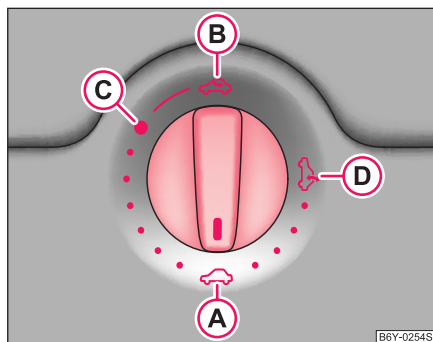

Fig. 32 Întrerupătorul rotativ pentru trapa acționată electric/plafonul glisant
Trapa acționată electric/plafonul glisant poate fi acționată cu întrerupătorul rotativ ⇒ Fig. 32, doar dacă contactul motor este pus. Întrerupătorul rotativ are mai multe poziții.
- Rotiți întrerupătorul în poziția C ⇒ Fig. 32.
– Rotiți întrerupătorul în poziția  ⇒ pagina 53, Fig. 32.
Trapa acționată electric/plafonul glisant este dotat cu un sistem de protecție la supraîncărcare. Trapa acționată electric/plafonul glisant se oprește și revine câțiva centimetri, dacă întâmpină un obstacol (de ex. gheață). Trapa acționată electric/plafonul glisant se poate închide complet fără a fi protecție la supraîncărcare, prin fixarea întrerupătorului în poziția  ⇒ pagina 53, Fig. 32 și rotirea în față, până când trapa este complet închisă ⇒ .
După fiecare intervenție de urgență (cu manivela), trapa acționată electric/plafonul glisant trebuie readus în poziția inițială. De aceea, trebuie să fixați întrerupătorul rotativ în poziția (A) ⇒ pagina 53, Fig. 32 și să-l rotiți în față timp de 10 secunde. ■